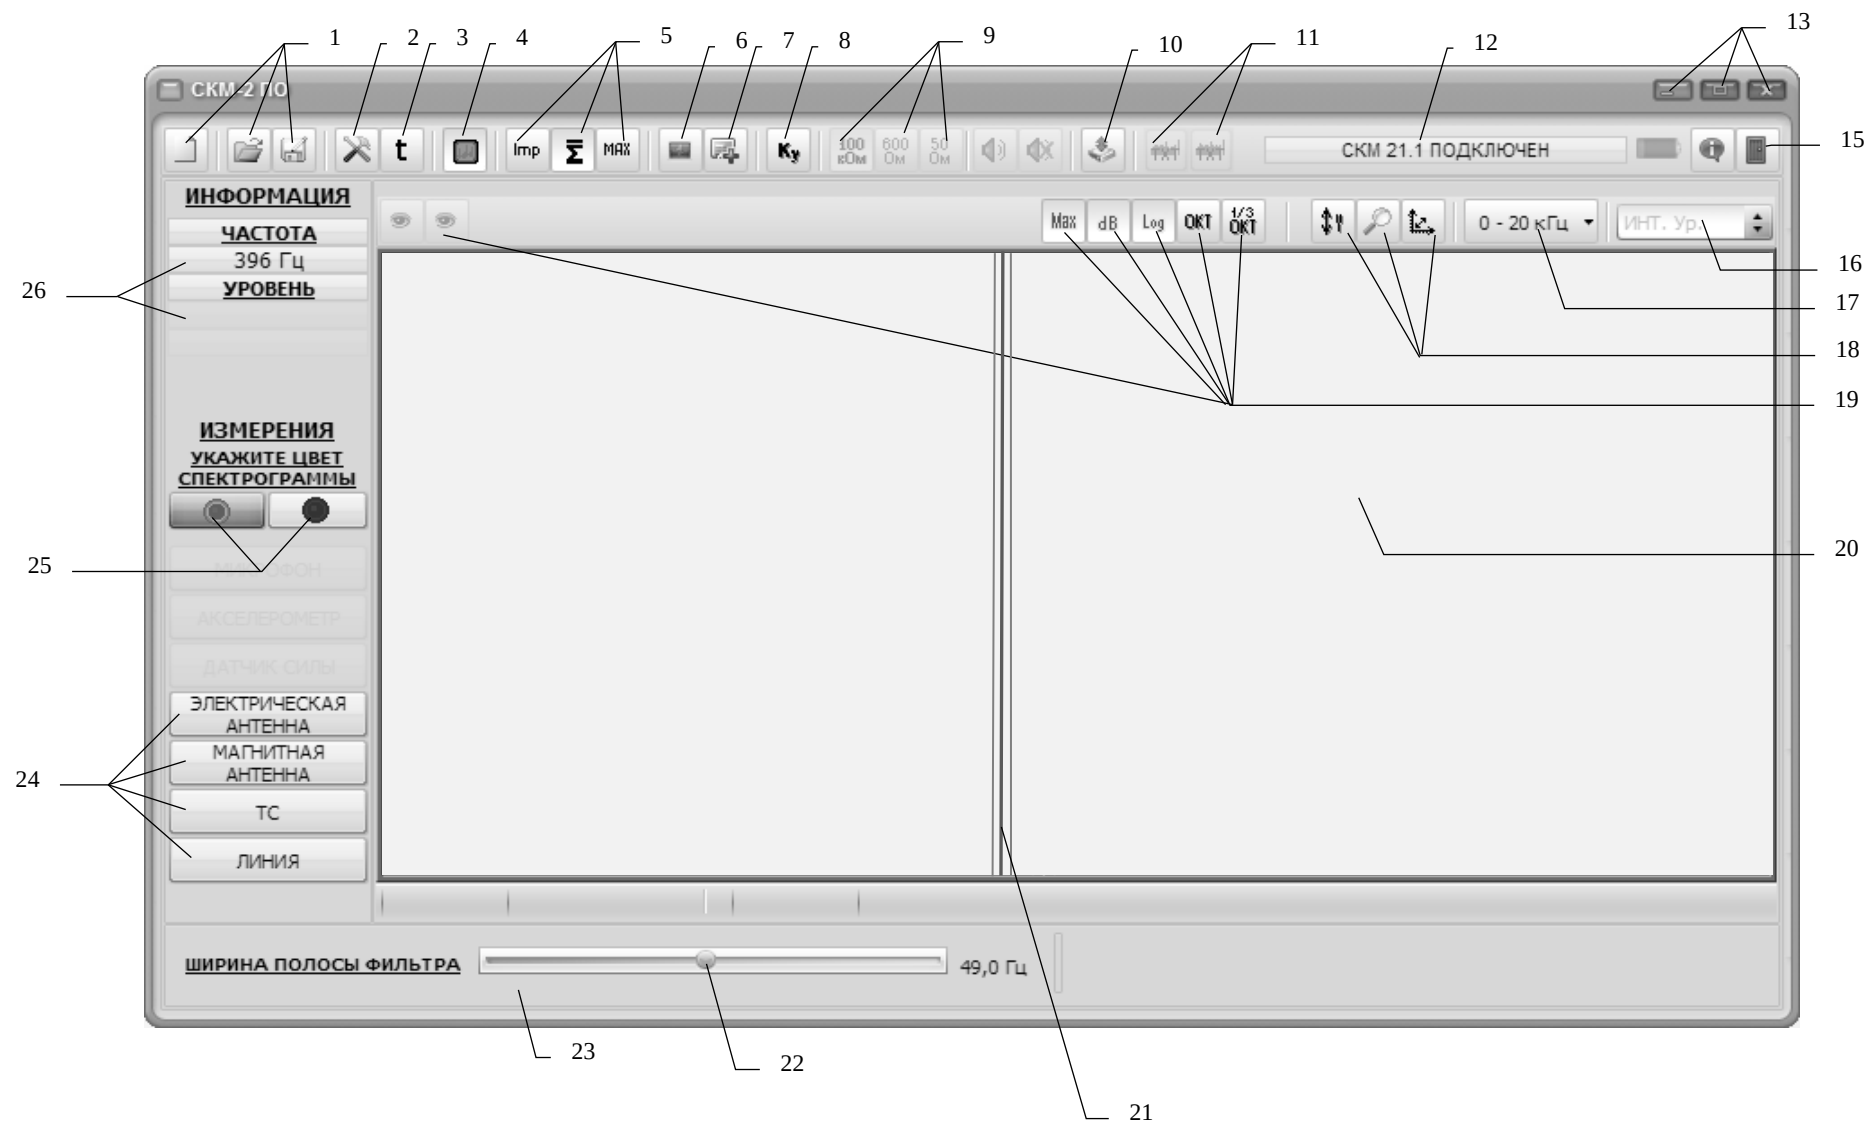
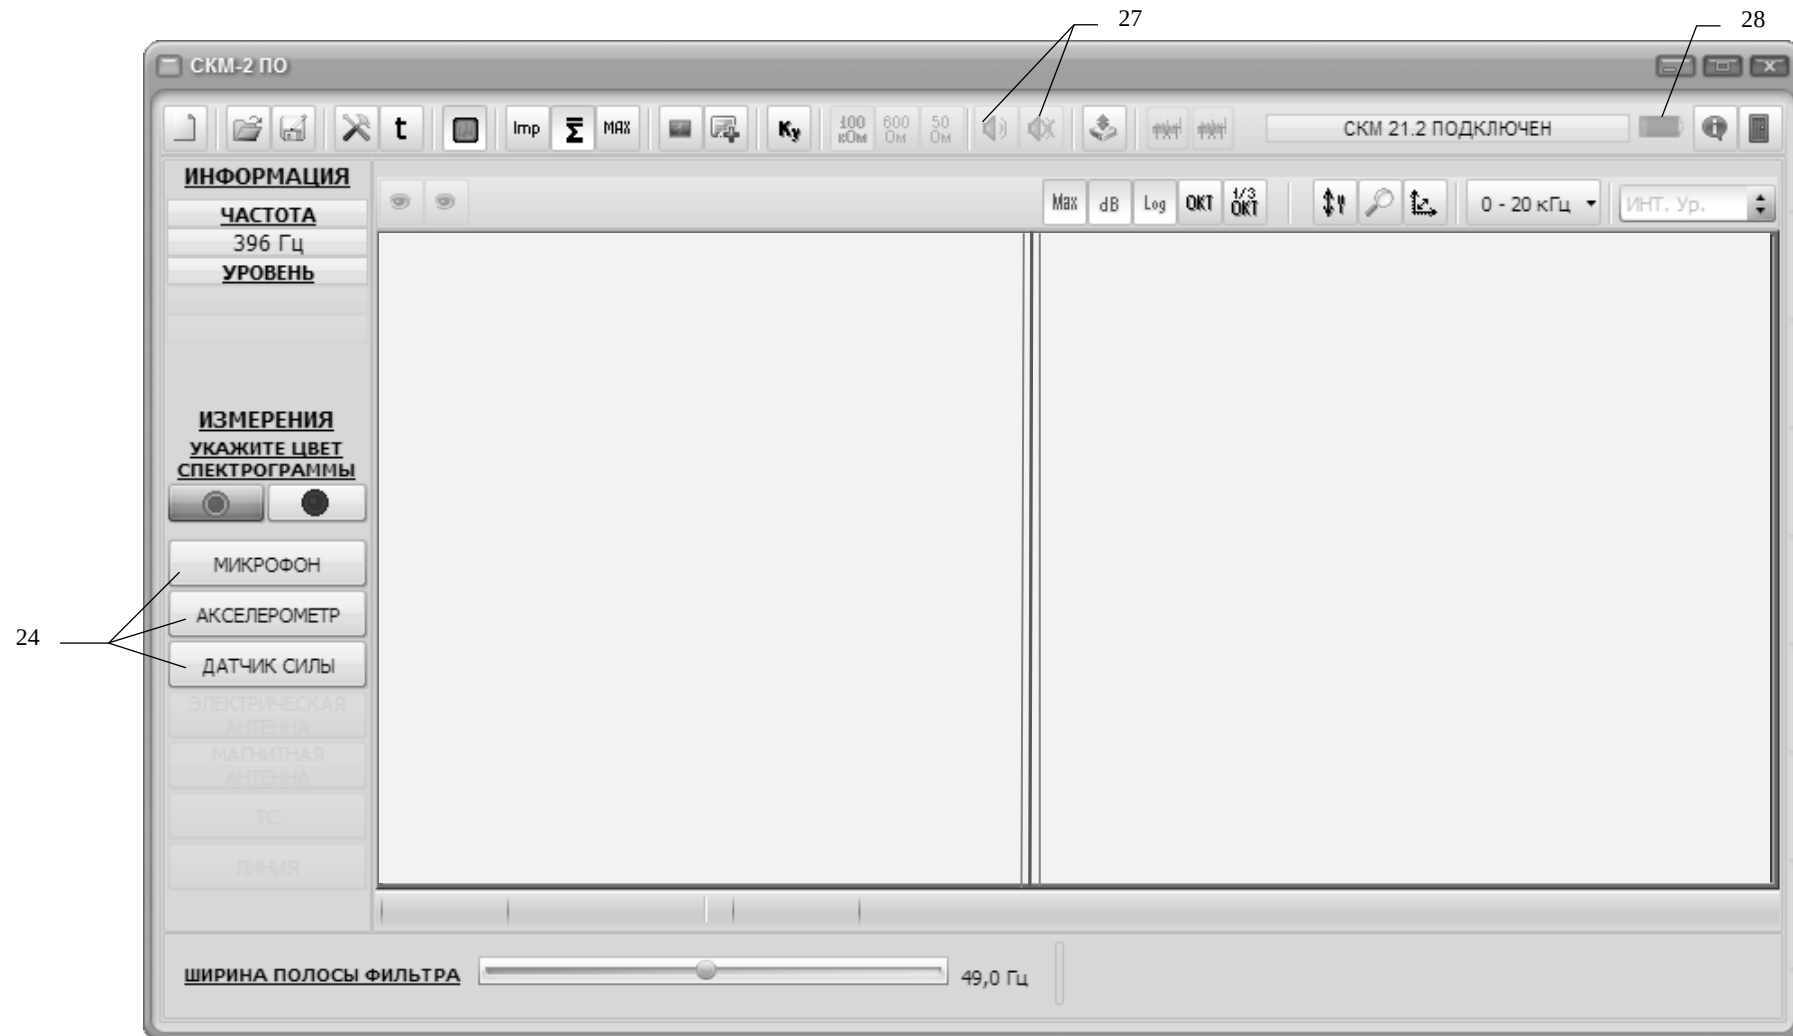
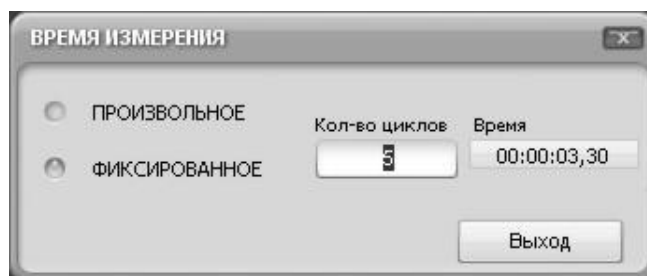
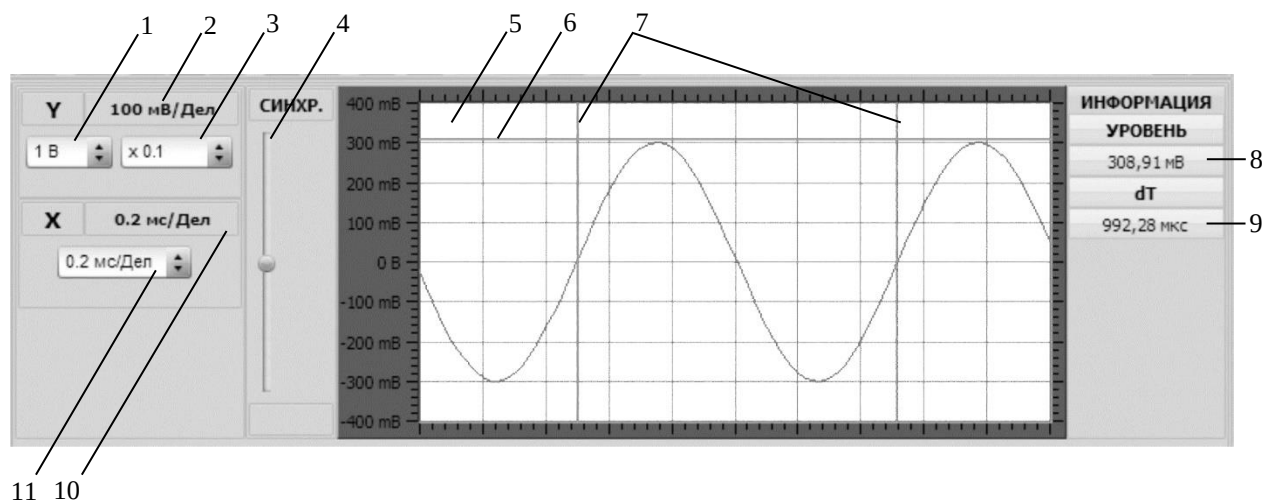

Рисунок 3 – Общий вид главной экранной формы СПО «СКМ-2 ПО»
Рисунок 4 – Общий вид главной экранной формы СПО «СКМ-2 ПО» при подключении блока СКМ-21.2
Рисунок 9 – Вид экранной формы «ВРЕМЯ ИЗМЕРЕНИЯ»
Рисунок 10 – Вид окна временной развертки сигналов
9.6 После выполнения пп. 9.1-9.5 инструкции изделие полностью готово к работе. Показателем готовности изделия к работе является появление надписи «СКМ-21.1 ПОДКЛЮЧЕН» («СКМ-21.2 ПОДКЛЮЧЕН») в правом верхнем углу управляющей программы *СКМ21PO* (поз. 5 на рис. 3).
После «запуска» программы на монитор «выводится» главная экранная форма СПО «СКМ-21 ПО». Общий вид данной экранной формы при подключении блока СКМ-21.1 приведен на рис. 3, а при подключении блока СКМ-21.2 - на рис. 4. Назначение элементов управления и индикации главной экранной формы приведено в табл.2.
10.2.2 Для работы с архивом измерений в СПО «СКМ-2 ПО» используются три кнопки (см. поз. 1 на рис.3): «НОВОЕ ИЗМЕРЕНИЕ», «ЗАГРУЗИТЬ ИЗ ФАЙЛА» и «СОХРАНИТЬ ФАЙЛ КАК...».
10.3.1 Кнопка «Калибровка» является первой в ряду кнопок задания параметров измерений (см. поз. 2 на рис.3). Она позволяет производить калибровку датчиков, подключаемых к анализаторам (микрофона, акселерометра, токосъемника, датчика силы, а также электрической и магнитной антенны). При нажатии кнопки на монитор выводится экранная форма «КАЛИБРОВКА ИЗМЕРИТЕЛЬНЫХ КАНАЛОВ», содержащая четыре вкладки, соответствующие наименованиям измерительных каналов анализаторов.
10.4.1 Второй по счету в группе кнопок установки параметров измерений (см. поз.2 на рис. 4) находится кнопка задания продолжительности измерений (кнопка «t»). Она позволяет выбрать один из двух способов задания продолжительности измерений, предусмотренных в СПО «СКМ-2 ПО» (первый способ - «задание продолжительности в ходе измерений», второй – «заблаговременное фиксирование продолжительности измерений»). При нажатии кнопки на монитор выводится экранная форма «ВРЕМЯ ИЗМЕРЕНИЯ», вид которой приведен на рис. 9.
запуске измерения (см. п. 10.8) активируется кнопка «СТОП» в поле «запускающих» кнопок (поз. 24 на рис. 3, 4). Измерение заканчивается в момент нажатия оператором кнопки «СТОП». Продолжительность измерения фиксируется в специальном поле главной экранной формы (поз. 23 на рис. 3).
10.5.1 СПО «СКМ-2 ПО» позволяет устанавливать один из двух вариантов разрешения по частоте - 1Гц или 8 Гц. Установка производится кнопкой «УСТАНОВКА РАЗРЕШЕНИЯ ПО ЧАСТОТЕ» (поз. 4 на рис. 3).
10.6.1 В СПО «СКМ-2 ПО» предусмотрено три варианта обработки спектральных составляющих анализируемого сигнала: выбор мгновенного значения, усреднение и выбор максимального значения. Каждому из этих вариантов соответствует кнопка из группы, показанной на поз. 5 рис. 3.
При выборе времени измерения «ПРОИЗВОЛЬНОЕ» (см. п. 10.4.2 настоящего руководства) усреднение результатов будет вестись непрерывно до момента нажатия оператором кнопки «СТОП» (см. п. 10.15). После остановки время измерения фиксируется в поле отображения продолжительности измерительного цикла (поз. 23 на рис. 3).
При выборе «ФИКСИРОВАННОГО» времени измерения (см. п. 10.4.3 настоящего руководства) усреднение результатов будет вестись непрерывно до окончания выбранного оператором числа измерительных циклов. После остановки время измерения фиксируется в поле отображения продолжительности измерительного цикла (поз. 23 на рис. 3).
Для вызова окна временной развертки сигналов используется кнопка «  » (см. поз. 6 на рис.4). При ее нажатии в верхней части главной экранной формы появляется окно временной развертки, вид которого представлен на рис. 10, а назначение элементов управления и индикации приведено в табл. 3
10.7.2 Работа в режиме временной развертки сигналов максимально приближена к работе с обычным осциллографом. Работа начинается после старта любого измерения (см. п. 10.15), при этом на экране визуализации осциллограмм (поз. 5 на рис. 10) появляются рабочие осциллограммы. Остановка обновления («развертки») осциллограмм происходит автоматически при окончании (остановке) измерительного цикла (см. п. 10.15).
10.7.3 Управление вертикальной разверткой осциллограмм производится переключателями 1, 3 (рис. 10). Переключатель 1 устанавливает цену деления вертикальной шкалы, а переключатель 3 устанавливает значение дополнительного множителя вертикальной развертки. Результирующее реальное значение цены деления вертикальной развертки отображается в поле 2.
10.7.4 Управление горизонтальной разверткой осциллограмм производится переключателем 11 (рис. 10). Значение цены деления горизонтальной развертки отображается в поле 10.
10.7.5 Управление синхронизацией временной развертки сигнала производится с помощью регулятора 4 (рис. 10). Положение регулятора задает уровень синхронизации развертки. Изменение положения регулятора производится с помощью указателя манипулятора «мышь».
10.7.6 Измерение уровня сигнала производится с использованием горизонтального маркера уровня (поз. 6 на рис. 10) экрана визуализации осциллограмм. Положение маркера устанавливается с использованием указателя манипулятора «мышь», при этом значение уровня сигнала, соответствующее положению маркера приводится в поле 8 «УРОВЕНЬ».
10.7.7 Измерение временных интервалов производится с использованием вертикальных маркеров уровня (поз. 7 на рис. 10) экрана
визуализации осциллограмм. Положение маркеров устанавливается с использованием указателя манипулятора «мышь», при этом значение временного интервала, соответствующее разнице положений маркеров, приводится в поле 9 «dT» (рис. 10).